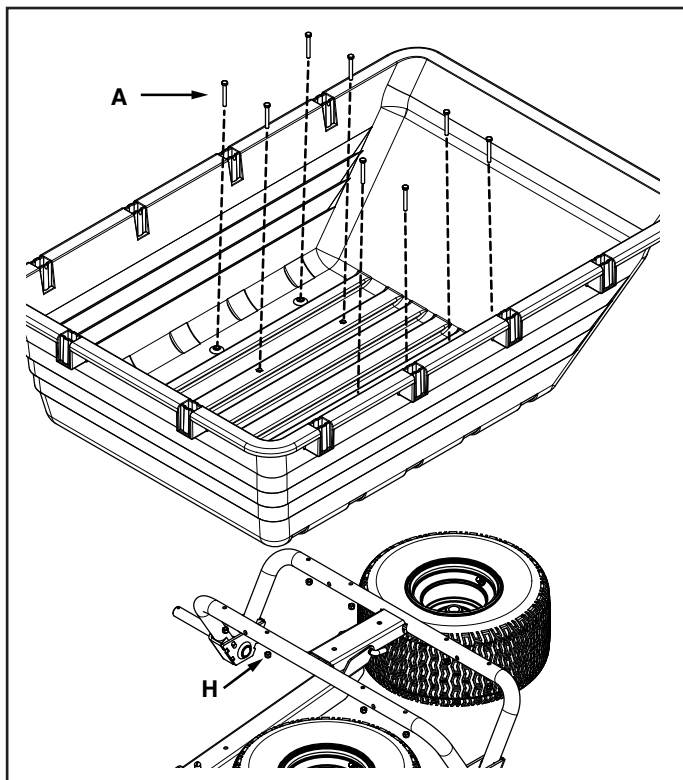

FIGURE 9
STEP 9: (SEE FIGURE 9)
1. Attach the poly tray to the wheel support using eight 5/16" x 2-1/2" hex bolts (A) and 5/16" nylock nuts (H).
ÉTAPE 9 : (VOIR FIGURE 9)
1. Attacher la benne en plastique au support de roues avec huit vis à tête hexagonale de 5/16 po x 2-1/2 po (A) et des écrous-freins de 5/16 po (H).